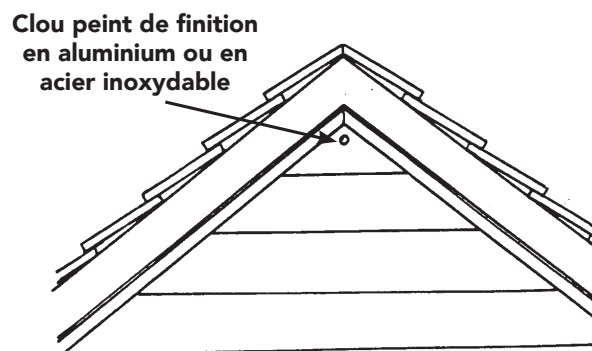

Figure 45
- Le dernier panneau en vinyle (au faite du pignon) requiert un clouage de face avec un clou de finition, une méthode de fixation rarement utilisée (Figure 45). Il faut que le clou pénètre d'au moins 32 mm (1 1/4 po) le mur revêtu et l'ossature ou autre substrat clouable, ou sa longueur doit être conforme aux indications du fabricant.